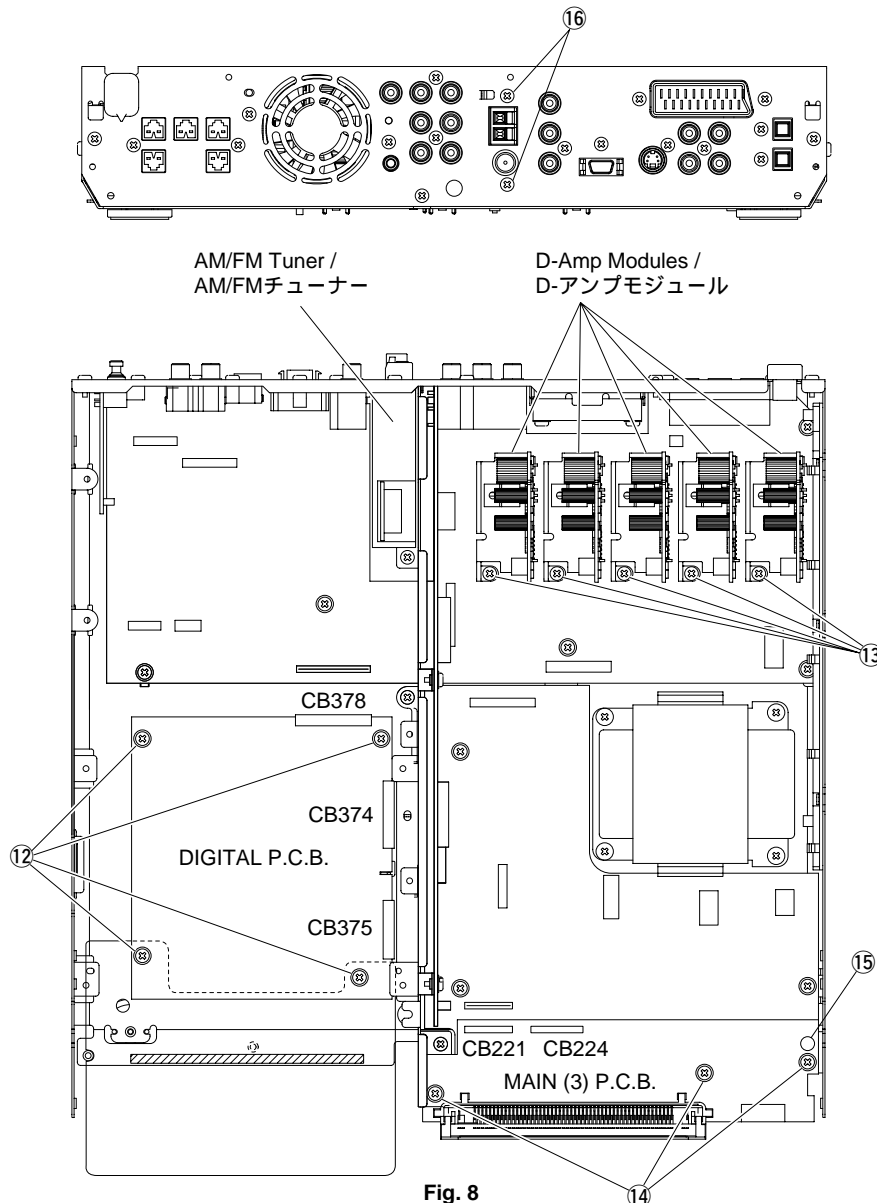

Fig. 8
- a. Remove connectors CB374, CB375 and CB378 in Fig. 8.
- b. Remove 4 screws ( ⑫ ) and then remove the DIGITAL P.C.B. in Fig. 8.
Remove 5 screws ( ⑬ ) and then remove the D-Amp Modules in Fig. 8.
- a. Remove connectors CB221 and CB224 in Fig. 8.
- b. Remove 3 screws ( ⑭ ) and 1 push rivet ( ⑮ ) and then remove the MAIN (3) P.C.B. in Fig. 8.
Remove 2 screws ( ⑯ ) and then remove the AM/FM Tuner in Fig. 8.
- a. コネクターCB374、CB375、CB378を外します。( Fig. 8 )
- b. ⑫のネジ4本を外し、DIGITAL P.C.B.を外します。( Fig. 8 )
⑬のネジ5本を外し、D-アンプモジュールを外します。( Fig. 8 )
- a. コネクターCB221、CB224を外します。( Fig. 8 )
- b. ⑭のネジ3本、⑮のプッシュリベット1本を外し、MAIN (3) P.C.B.を外します。( Fig. 8 )
⑯のネジ2本を外し、AM/FMチューナーを外します。( Fig. 8 )